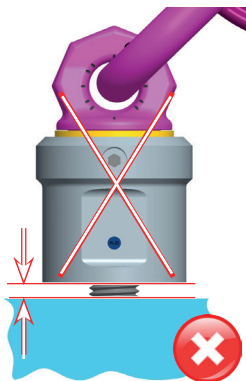

Fig. 5: Il punto di sollevamento deve essere completamente avvitato.
- La lunghezza sporgente utile del perno filettato o del bullone, presente sul carico, deve essere sufficiente a permettere il corretto avvitamento del golfare RUD VWBM, in modo tale da consentire la perfetta aderenza della sua base di appoggio sulla superficie stessa del carico da sollevare (Fig. 5).